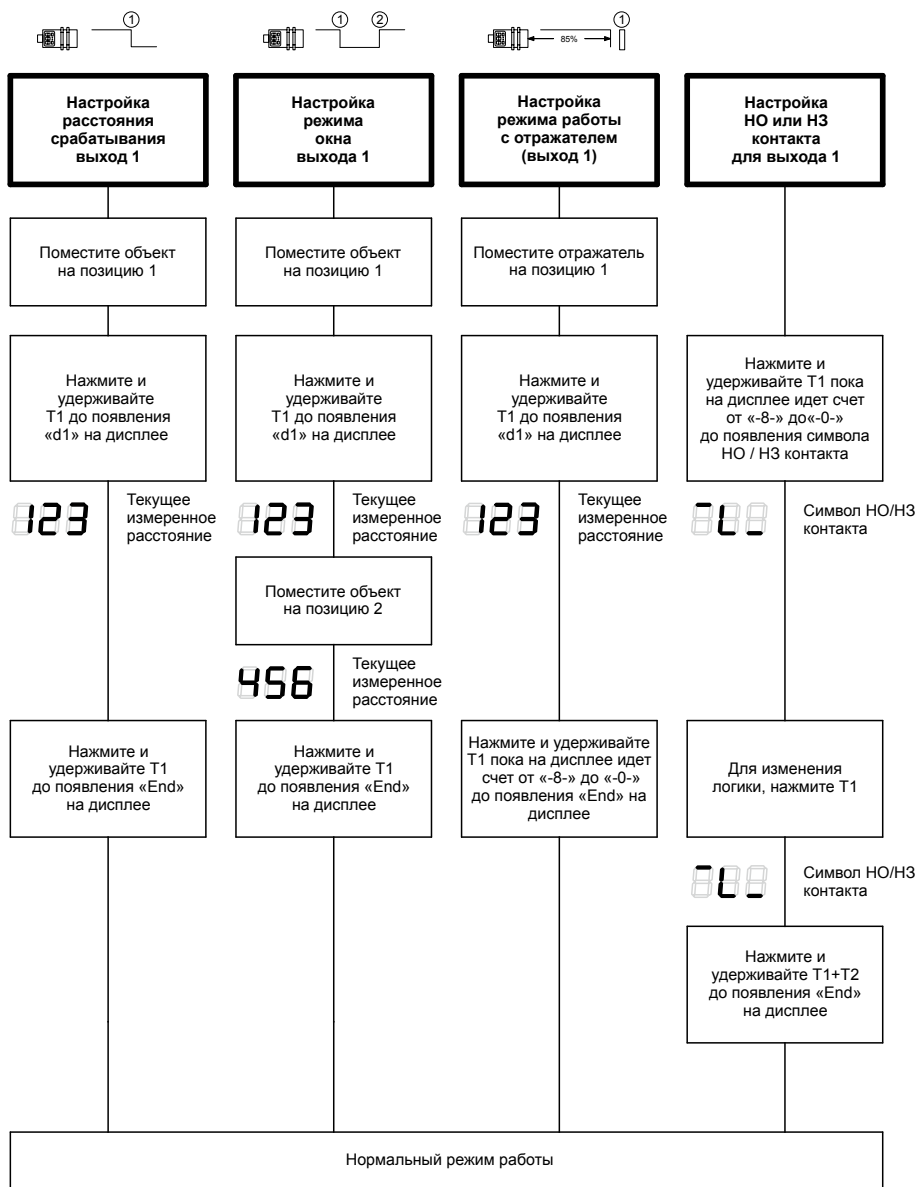

Рисунок 15 – Задание параметров с помощью процедуры «обучения» (дискретный выход 1) для датчика mic+.../DD/TC
- 2) С помощью процедуры обучения на объекте (см. рисунок 15 – 16).